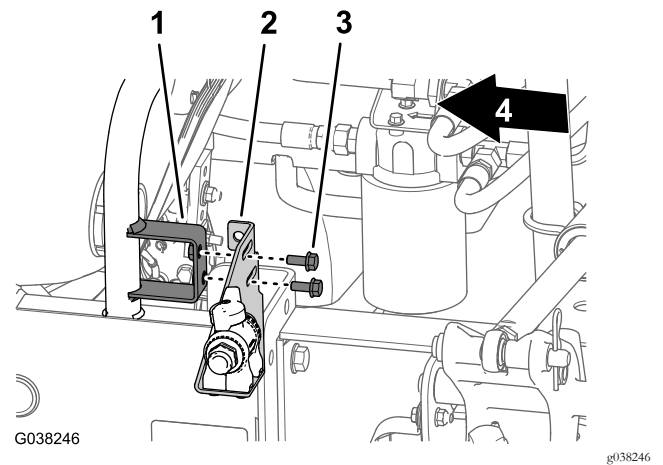

Figura 60
1. Allineate le scanalature nella staffa della valvola dell'agitatore con i fori nel supporto della staffa della valvola di accelerazione (Figura 60).
2. Montate la staffa della valvola dell'agitatore sul supporto per la staffa della valvola di accelerazione (Figura 60) con 2 bulloni a testa flangiata ($\frac{5}{16} \times \frac{3}{4}$ ").